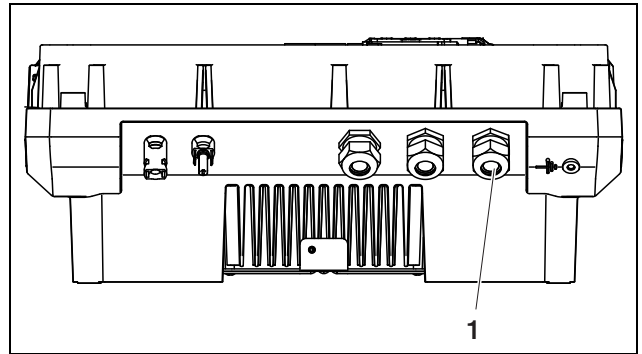

Abbildung 9: Anschlüsse am Gehäuse
- Drehen Sie die Kabelverschraubung für die Netzzuleitung auf (1 in Abbildung 9).